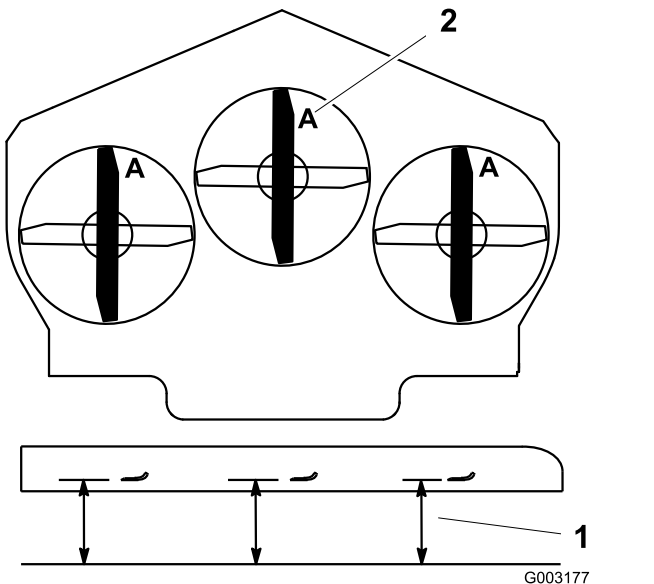

**Figura 107**
- Inspeccione los filos de corte (Figura 107).
- Si observa fisuras, desgaste o la formación de una ranura en esta zona, instale de inmediato una cuchilla nueva (Figura 107).